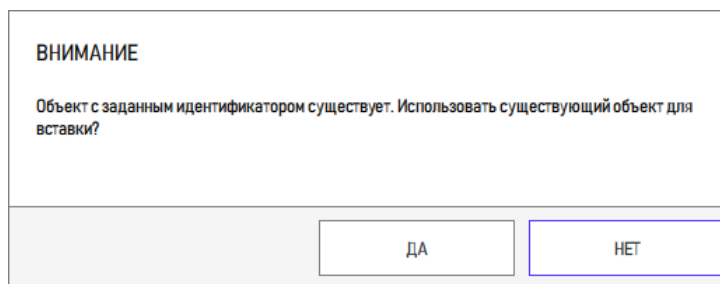

Рисунок 139 – Сообщение о существовании объекта с указанным идентификатором
17) Если объект с таким обозначением уже есть в БД, то открывается информационное сообщение (рисунок 139).